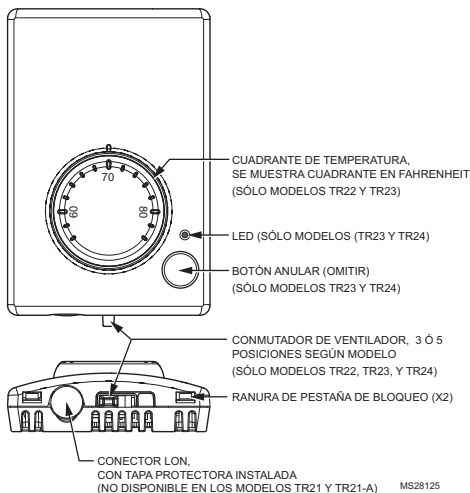

Fig. 2. Características de los módulos de pared (se muestra el modelo TR23-F).
1. Inserte un destornillador de punta plana y delgada en cada una de las dos ranuras de la parte inferior del módulo para liberar las dos pestañas de bloqueo. Consulte la Fig. 2 en la página 2.